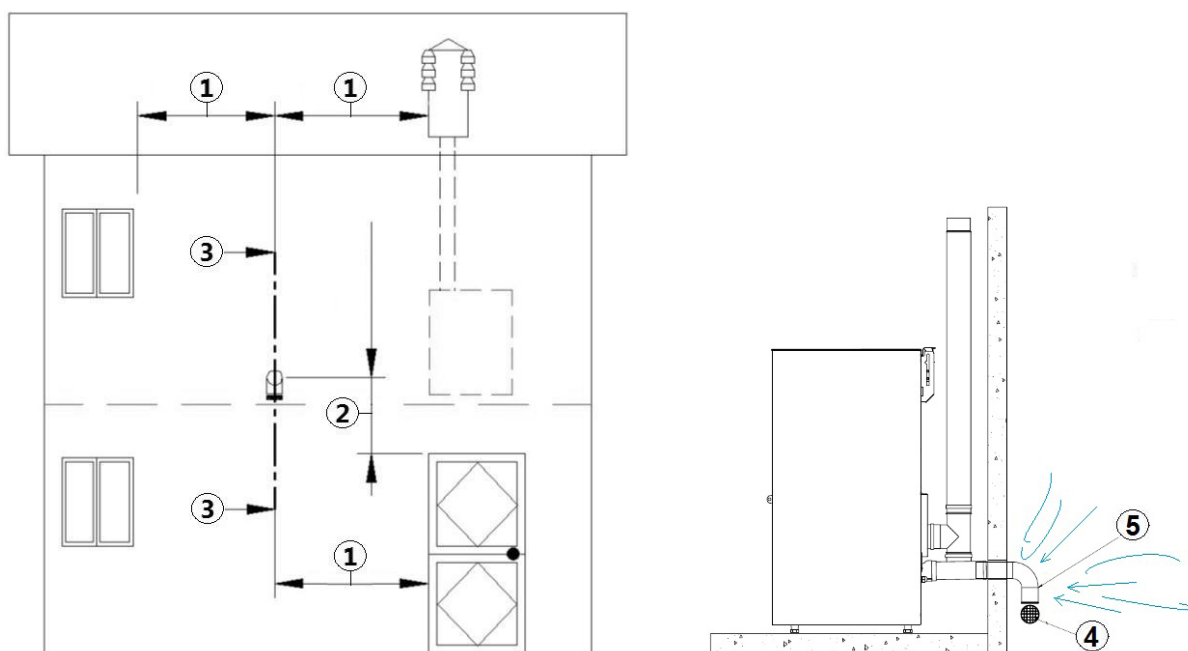

Fig. 7 - Luchtinlaat voor installatie met hermetisch gesloten kamer
- Het is nodig op de buitenmuur een bocht van 90° te installeren om de toevoer van de verbrandingslucht te beschermen tegen de effecten van de wind: richt de opening van de bocht omlaag, zie **Fig. 7 op pag. 11**.
LEGENDA Fig. 7 op pag. 11